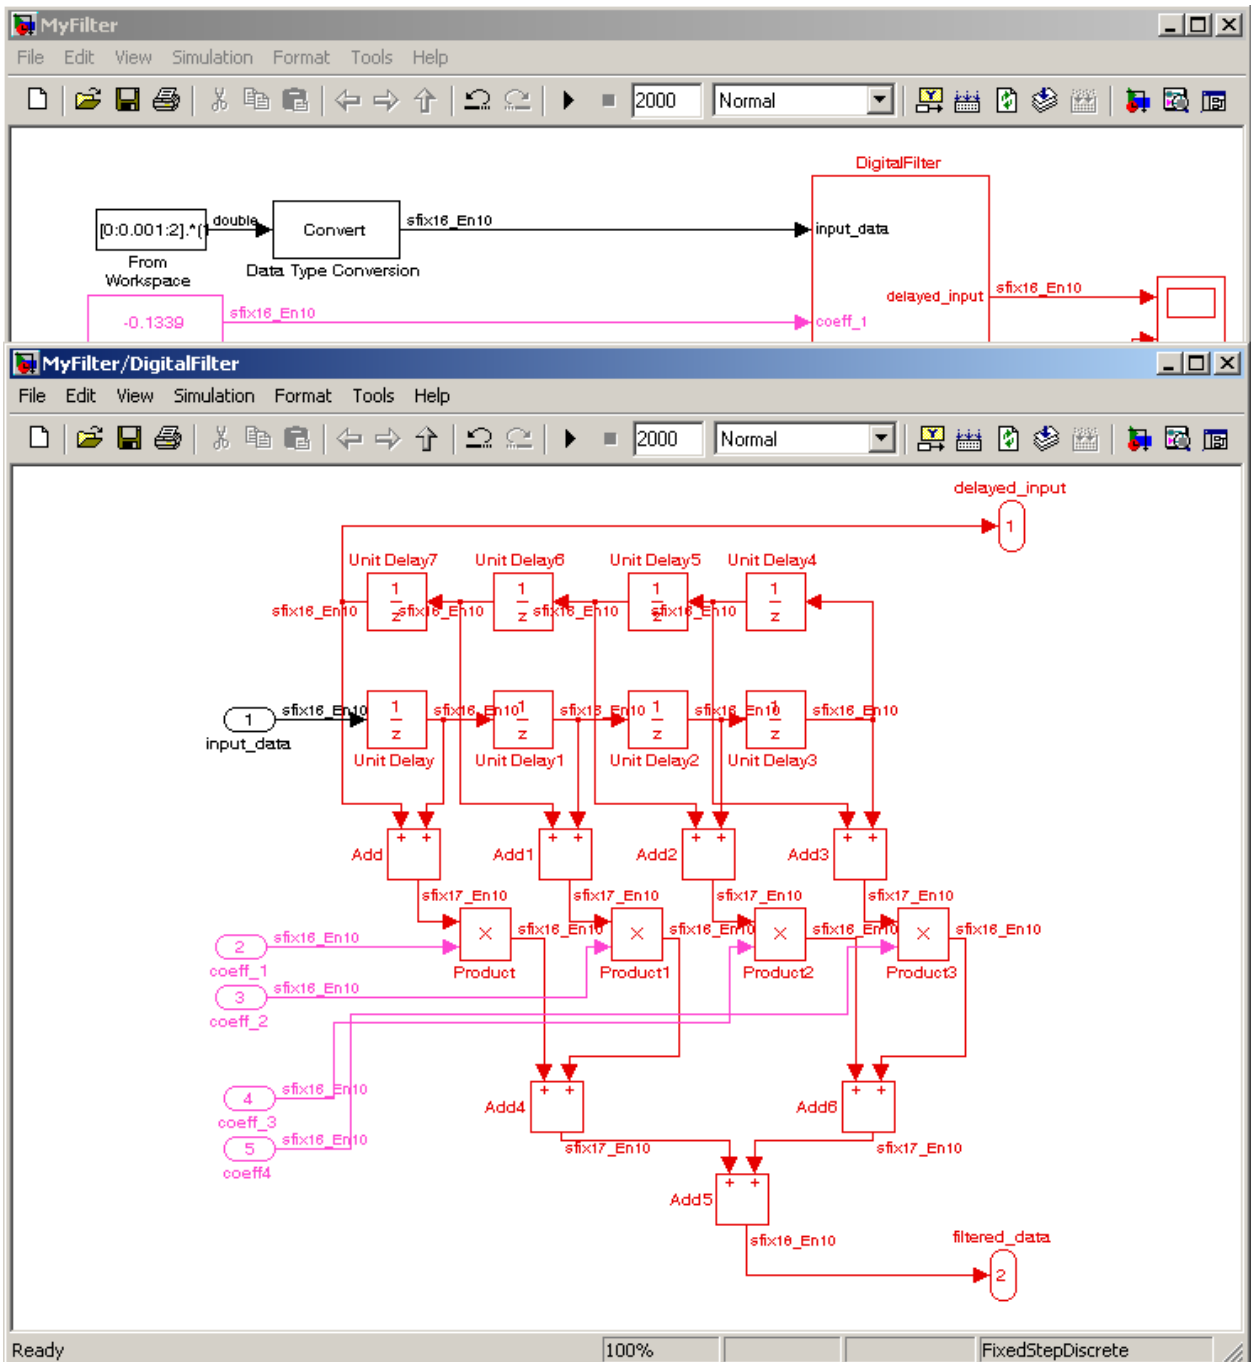

Рис. 11. Поменяйте имена входных и выходных портов подсистемы для повышения читаемости диаграммы модели
3. Поменяйте названия портов подсистемы Digital Filter так, чтобы модель выглядела как на рис. 11.